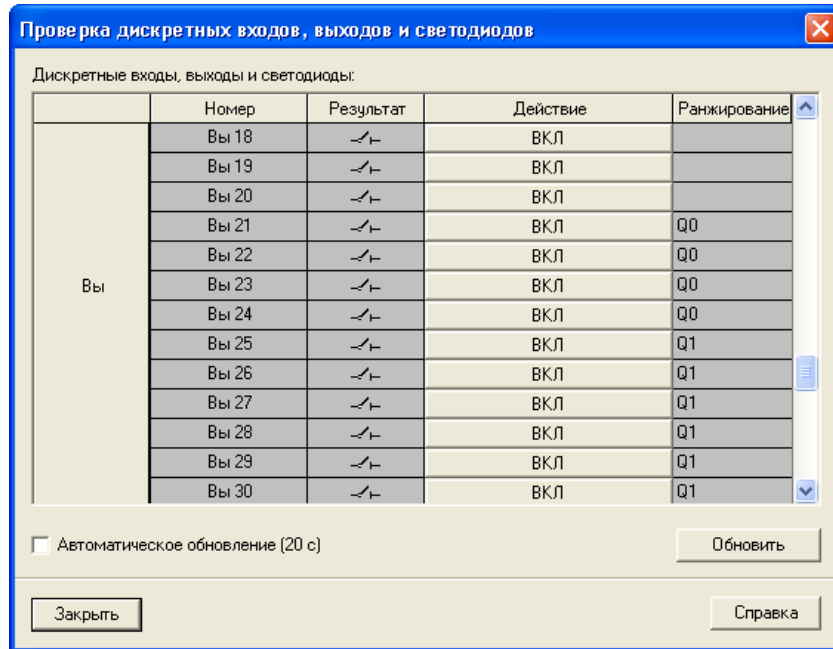

Рисунок 3-15 Диалоговое окно тестирования дискретных входов, выходов и светодиодов— пример
- Дважды щелкните на **Проверка аппаратуры**. Откроется диалоговое окно с тем же именем (см. Рис. 3-15).